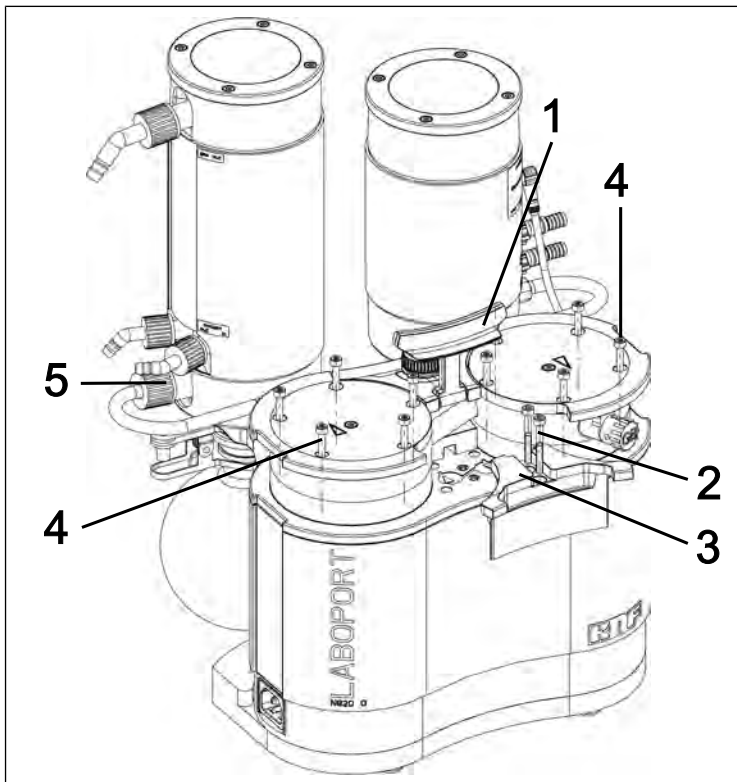
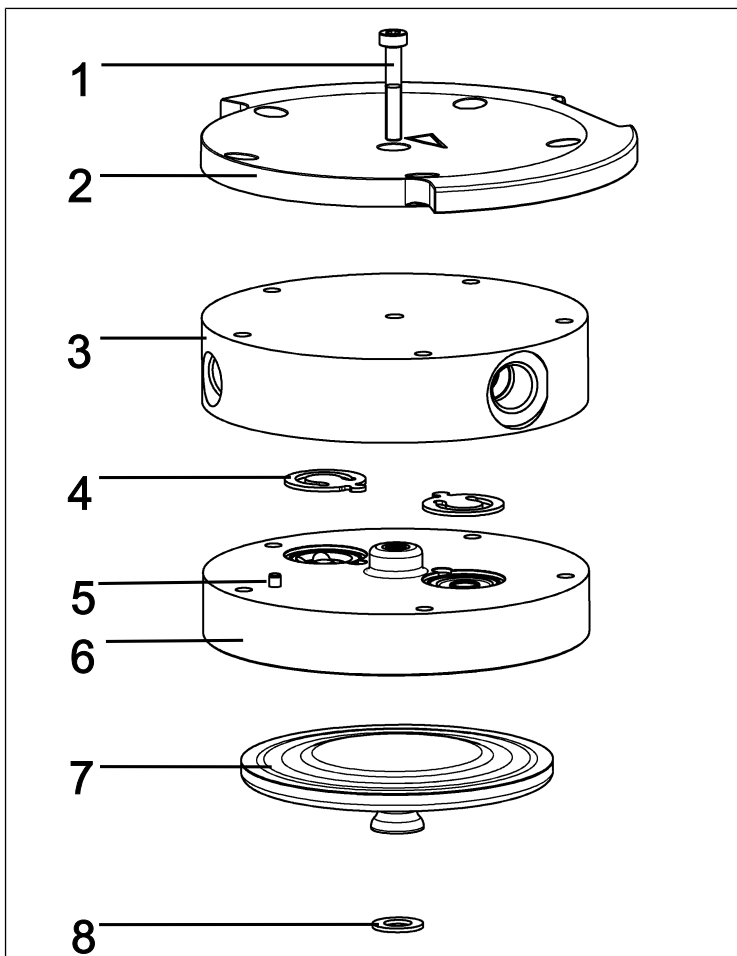

Fig.25: Smontaggio della copertura impugnatura
Fig.26: Testa pompa (nell'illustrazione: pompa N820)
4. Allentare il dado a risvolto del collegamento tubo flessibile (**5**/Fig. 25) dal componente del sistema per vuoto.
5. Portare l'impugnatura (**1**/Fig. 25) in posizione verticale.
6. Allentare le due viti (**2**/Fig. 25) della copertura impugnatura (**3**/Fig. 25).
7. Rimuovere la copertura impugnatura (**3**/Fig. 25).
8. Allentare le 10 viti con testa esterne (**4**/Fig. 25) su entrambe le teste della pompa.
9. Prelevare le 10 viti con testa esterne (4/Fig. 25) da entrambe le teste della pompa.
**i** Le due viti con testa interne (1/Fig. 26) resteranno per il momento ancora serrate.
**i** I seguenti numeri di posizione fanno riferimento al capitolo Fig. 26, se non diversamente indicato.
1. Contrassegnare la piastra di spinta (2), il coperchio testa (3) e la piastra intermedia (6) con un tratto a matita continuo. In tale modo si preverrà un successivo montaggio errato delle parti.
2. Prelevare le viti esterne (4/ Fig. 25) dalle teste della pompa.
9. Introdurre le 10 viti con testa esterne (4/Fig. 25) nella testa della pompa e serrarle in sequenza incrociata (coppia di serraggio: SC820G: 4 Nm; SC840G: 5 Nm)
**i** Qualora le viti esterne (4/Fig. 25) non si possano introdurre nella testa della pompa, allentare la vite con testa interna (1) e verificare che il coperchio testa (3) sia correttamente posizionato sulla piastra intermedia (6).
11. Serrare manualmente il dado a risvolto del collegamento tubo flessibile (5/Fig. 25) sul condensatore (2/Fig. 3).
1. Montare la copertura impugnatura (**3**/Fig. 25).
2. Serrare le viti (**2**/Fig. 25) della copertura impugnatura (**3**/Fig. 25) (coppia di serraggio: 2 Nm).